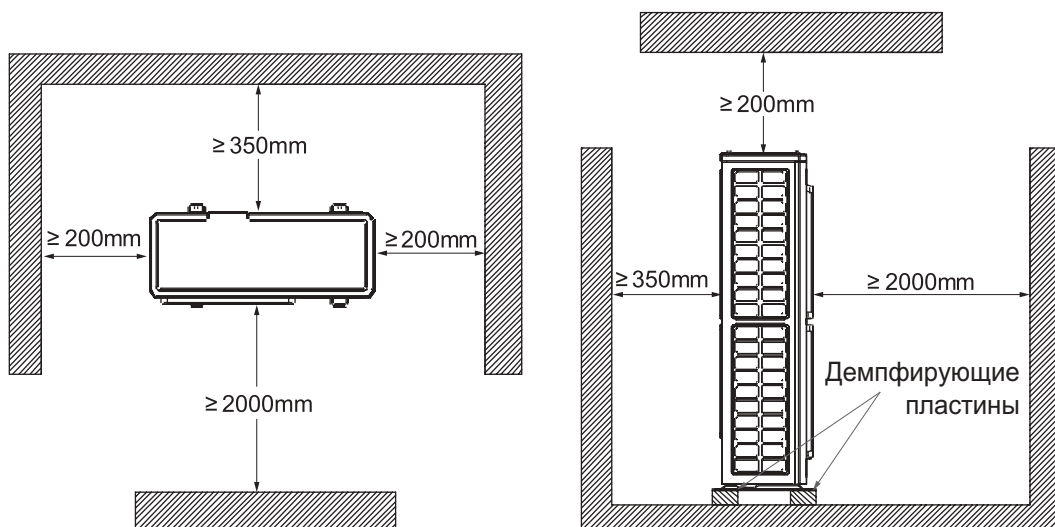

Рис. 11.2.
11.1.5. Требования по размещению наружных блоков MINI (GMV-120WL/A-T, GMV-140WL/A-T, GMV-160WL/A-T, GMV-120WL/A-X, GMV-140WL/A-X, GMV-160WL/A-X) и наружных блоков немодульной компоновки (GMV-160WL/A-X, GMV-H224WL/A-X, GMV-H280WL/A-X, GMV-H335WL/A-X) согласно рис. 11.2.